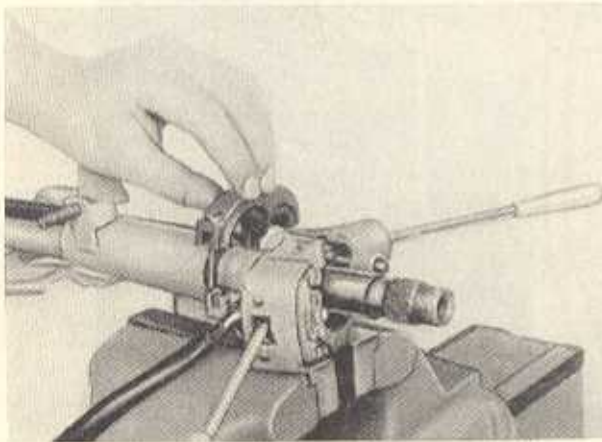
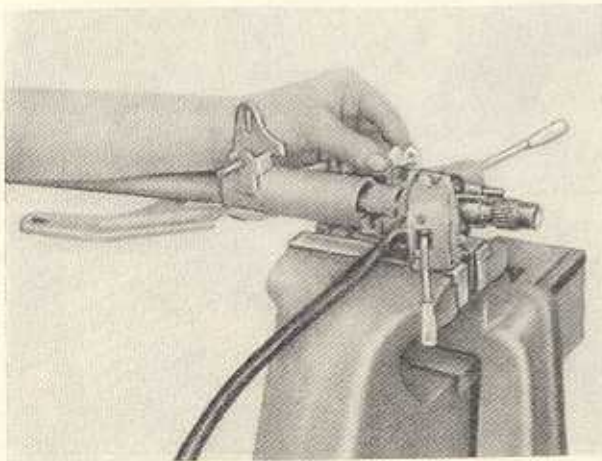
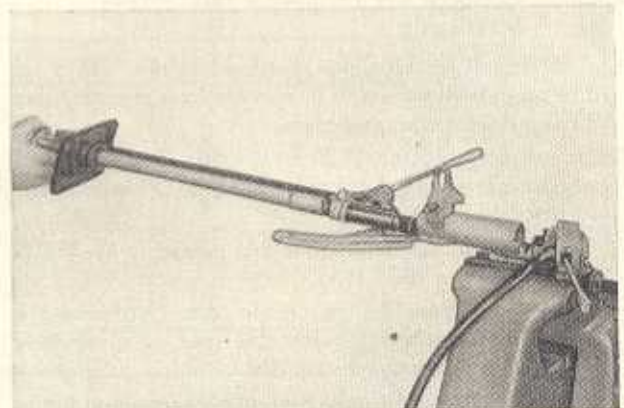

Bild F 8
Bild F 9
Bild F 10. Herausziehen der Lenksäule und Schaltstange aus der Aufhängung
5. Wenn die zwei Zylinderkopfschrauben $M5 \times 35$ herausgeschraubt sind, kann die Klemme und das Gummizwischenlager abgenommen werden (Bild F 8). Die Lagerbuchse der Lenksäule kann abgezogen, die geteilte Lagerbuchse der Schaltgehäuselagerung kann abgehoben werden (Bild F 9). Schaltstange und Lenksäule sind nun aus der Aufhängung herausziehen (Bild F 10).